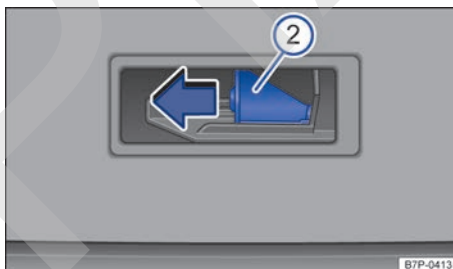

Fig. 91 En el maletero: realizar un desbloqueo de emergencia del portón.
- Introduzca un objeto apropiado en el lado derecho de la abertura y presione la palanca de desbloqueo → fig. 91 ② en el sentido de la flecha para desbloquear el portón.